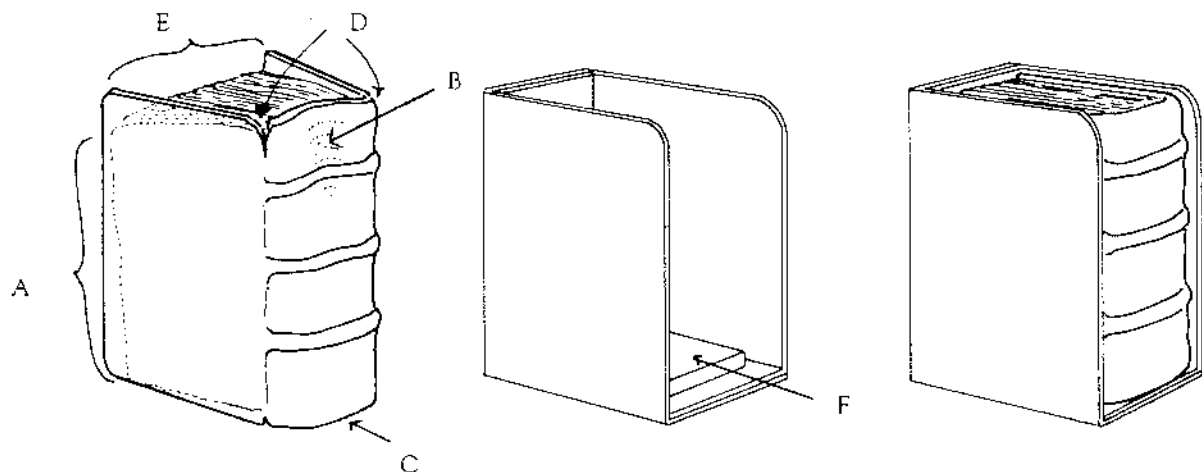

Abb. 1
der Spannung, die von der senkrechten Lagerung der Bücher ausgeht, beseitigen könnte. Der Zug des Buchblockes zwischen den Deckeln (A) verursacht den charakteristischen Verlust der Rundung am Kopf des Rückens (B) sowie die verstärkte Rundung am Fuss des Rückens (C), was zum Einreissen der Fälze am Kopf des Rückens (D) führt (Abb. 1). Die ausgeübte Spannung nimmt noch zu, wenn das geschlossene Buch nicht gestützt ist und somit nicht zusammengehalten wird, wodurch es sich teilweise öffnet. Archivare und Bibliothekare, welche sich dieser Gefahr bewusst sind, lagern daher Bücher dicht gedrängt in den Tablaren. Dies hat jedoch den Nachteil, dass sich beim Herausnehmen der Bücher der Druck zum Kopfkapital hin verstärkt, was oft
Zum Messen der Dicke der Buchblockstütze (Abb. 1, F), welche auf den Boden des Buchschuhs geklebt wird, Karton in unterschiedlicher Stärke (z.B. 200g/m², 400g/m², 0,5mm, 0,8mm, 1,0mm, 1,5mm, 2,0mm, 2,5mm) verwendet. Für die Buchblockstützen kann derselbe Karton wie für den Buchschuh verwendet werden. Das Verkleben der einzelnen Schichten der Buchblockstütze erfolgt mit Gelatine. Damit an diesem auf dem Boden des Buchschuhs klebenden rechteckigen Kartonstücks durch das schichtenweise Zusammenkleben keine unschönen Absätze entstehen, empfiehlt sich, das Abschleifen aller vier Kanten an einer Bandschleifmaschine vorzunehmen. Zu beachten ist, dass die Kanten der Buchblockstütze immer gut entgratet werden muss ansonsten der Einband Schaden erleiden wird. Bei schrägen Fusschnitten muss die oberste Schicht der Buchblockstütze der Schräge des Schnitt angepasst werden, bis der Schnitt auf mindestens 50% der Fläche auf der Buchblockstütze aufliegt. Besteht zwischen der Buchblockstütze und dem Fusschnitt auch nur 1 mm Distanz ist die Stütze nutzlos ! Getestet wird das gute Aufliegen, indem man zwischen die Buchblockstütze und den Fusschnitt einen schmalen Streifen Papier (80g/m²) einlegt und diesen langsam herauszieht. man spürt dabei, wo der Schnitt die Stütze nicht berührt.